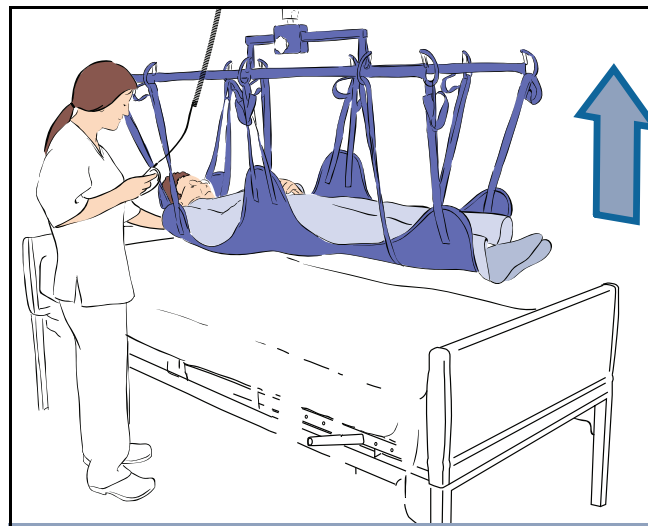

Fig. 14
- 8) Løft og flytt pasienten vekk fra sengen (se Fig. 14).